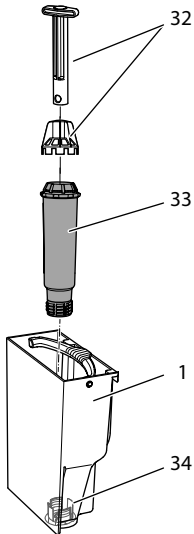

Bild 19: Skruva fast eller lossa vattenfiltret
- Ta ut vattenfiltret (se Bild 19 på sidan 223).
9. Sätt i ett nytt filter i vattenbehållaren (se Bild 19).
3. Ta ut vattenfiltret (se Bild 19).